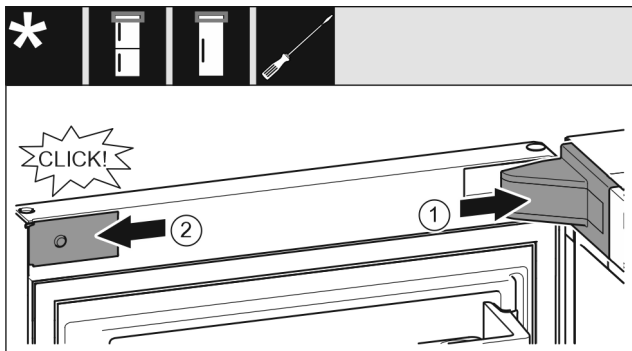

Fig. 25
- ▶ Aseta laakerijalustan suojus Fig. 25 (1) ja lukitse se paikalleen, paina tarvittaessa varovaisesti erilleen.
- ▶ Aseta suojapaneelit Fig. 25 (2) sivuille ja lukitse paikalleen.